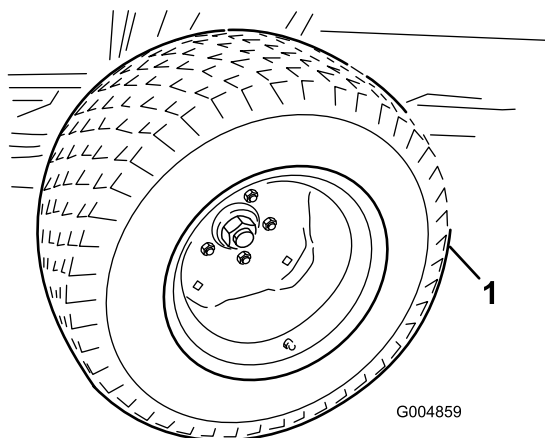

Figura 48
11. Com a estrutura de inverno contra a estrutura traseira, levante o apoio de solo o suficiente para retirar os pneus de condução de verão (Figura 48).